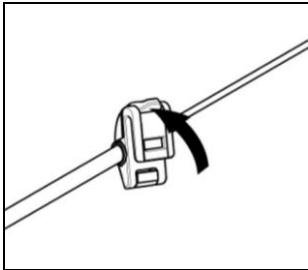

Fig. 24
- Ouvrez le clip situé sur la tige du microphone, en faisant levier comme cela est indiqué à la Fig. 24. Si nécessaire, utilisez l'outil à tête plate (fourni) pour faciliter l'ouverture.